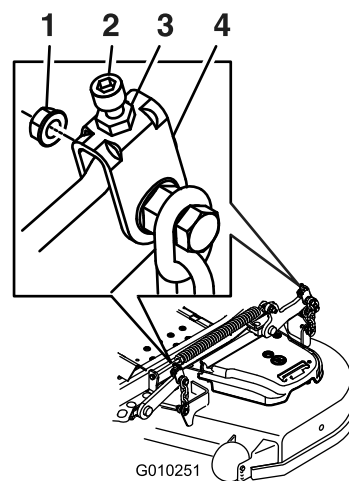

Figura 90
10. Si es necesario, afloje la tuerca "whizlock" del lateral de la horquilla y la contratuercas de la parte superior (Figura 90).
17. Gire el tornillo de ajuste hasta obtener una altura de 8.3 cm (3¼") (Figura 90).